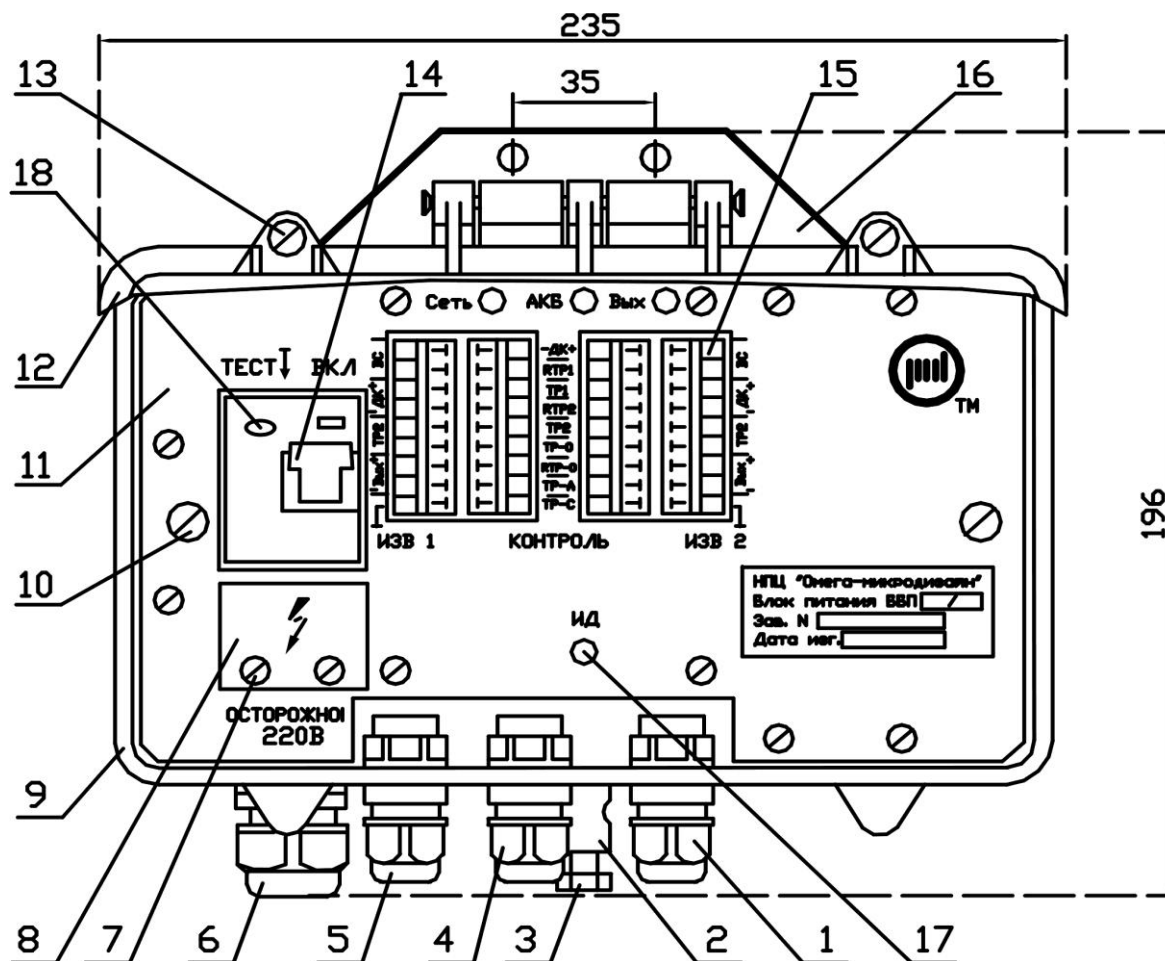

Рис.4.2
4.7 ББП выполнен в литом алюминиевом корпусе с крышкой, со степенью защиты корпуса IP 65. Внутри корпуса (рис. 4.2), на съемном шасси размещены электронные модули и АКБ 12 В/1,3 А для резервного питания. В изделиях производится автоматический контроль и подзаряд аккумуляторной батареи.
На рис. 4.2 обозначено: